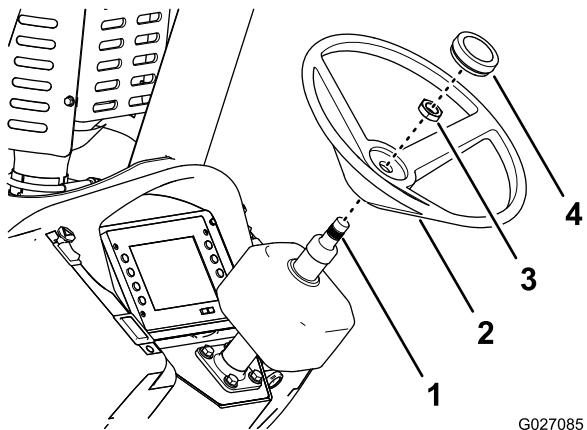

Figura 10
- Alinee los radios del volante (Figura 10).
- Alinee las acanaladuras del volante con las del eje del volante de la columna de dirección inclinable (Figura 10).
- Coloque el volante sobre la columna de dirección inclinable (Figura 10).
- Sujete el volante a la columna (Figura 10) con la tuerca (13/16 pulgada) apriete la tuerca a 41–49 N·m (30–36 pies-libra).